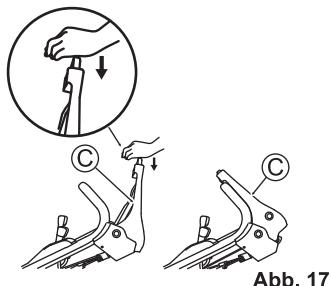

Abb. 17
- 3 Drücken Sie den Klingenhebel (C) nach vorne und drücken Sie gleichzeitig dessen roten Knopf. (Siehe Abb. 17)